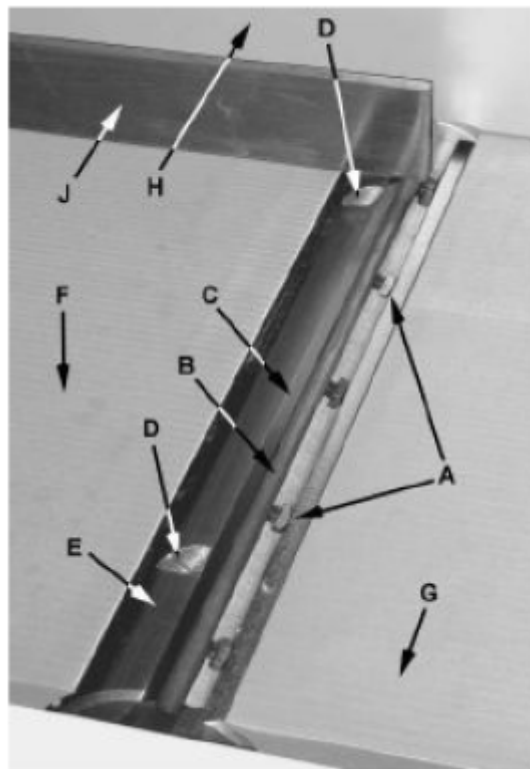

Figure 21
2. Retirez le protège-tête de coupe (B). Se référant aux figures 21 et 22.
3. Numérotez soigneusement chaque lame de couteau (C) avec un marqueur magique pour les différencier.